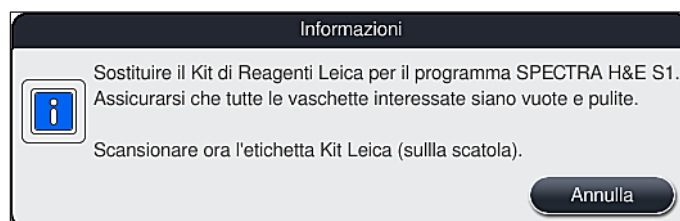

Fig. 56
1. Se compare un messaggio informativo (→ "Fig. 56") sullo schermo, bloccare l'etichetta dell'imballo sul cartone, davanti al sensore RFID sulla parte anteriore dello strumento (→ "Fig. 57-1") per scansionarla.
- È possibile annullare la scansione del kit reagenti Leica solo utilizzando il tasto **Annulla** nel messaggio informativo visualizzato in (→ "Fig. 56") e prima di avviare la scansione dell'etichetta, a kit reagenti non ancora scaduto.